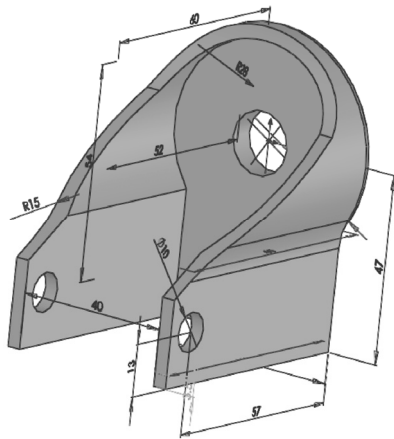

图 8-1 打开的文件实体
1) 在 FeatureManager 设计树中，右击 （注解）文件夹，在弹出的快捷菜单中单击“显示特征尺寸”命令。此时，在图形区中零件的所有特征尺寸都显示出来。作为特征定义尺寸，它们是蓝色的，而对应特征中的草图尺寸则显示为黑色，如图 8-1 所示。
- 2) 在图 8-1 所示的实体文件中，单击尺寸值，系统弹出“尺寸”属性管理器。